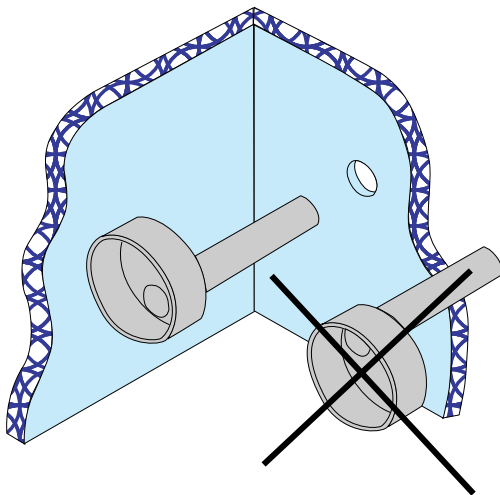

Figura 4.5 Tubo de pared
**¡NOTA!** Instale el tubo de pared con el tubo más fino hacia abajo para habilitar el drenaje de condensación mediante el tubo, consulte Figura 4.5.